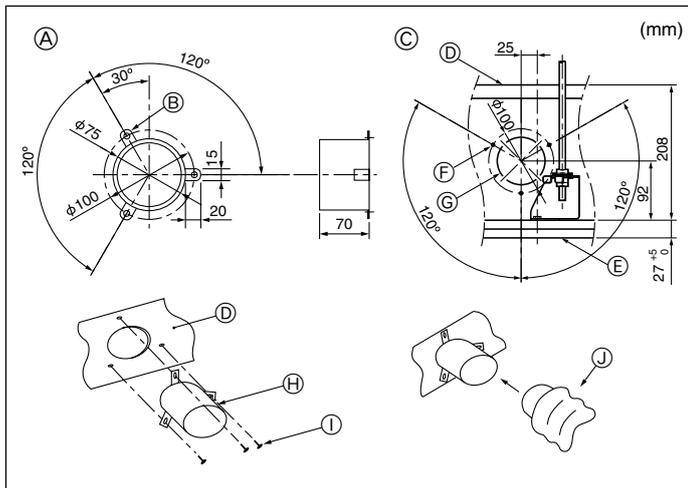

Fig. 4-3
4.3. Installatie van toevoer kanaal (bij buitenlucht-toevoer) (Fig. 4-3)